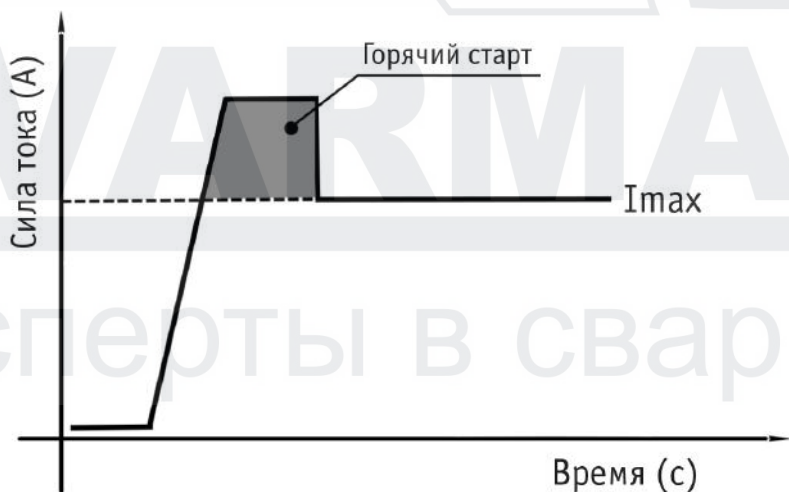

Рис. 6.3. Горячий старт.
**Горячий старт:** для обеспечения лучшего поджига дуги в начале сварки инвертор автоматически повышает сварочный ток. Это позволяет значительно облегчить начало сварочного процесса (См. рис. 6.3).